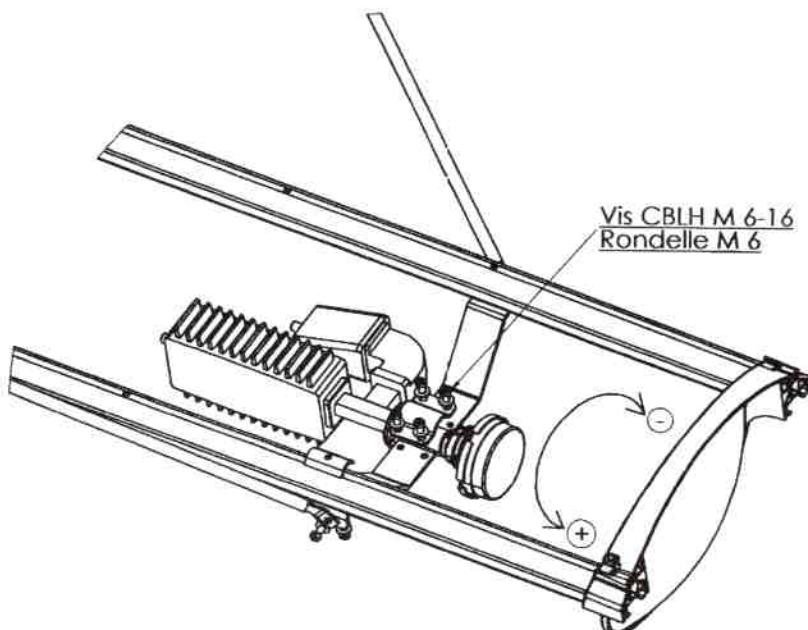

Fig 8
- Débloquer légèrement les **4 vis H et procéder selon la Fig 8**.
- Slightly unlock the **4 screws H according to Fig 8**.